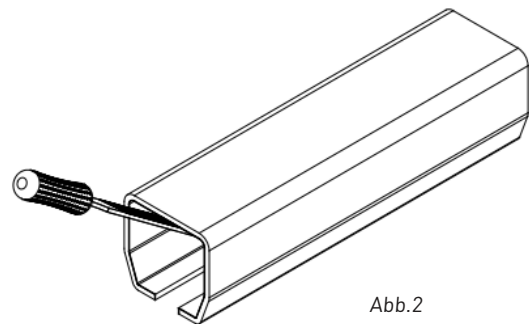

Abb.2
Schritt 2: Die Schnittkanten schleifen/entgraten. Alle Grate müssen gründlich entfernt werden, um eine freie und reibungslose Bewegung der Hänger während des Betriebs zu gewährleisten. Die Ränder der Laufschieneprofile sollten mit einer Metallfeile leicht abgefeilt werden (max. 0,3 mm), um mögliche „Lücken“ oder „Stufen“ an den Profilanschlüssen zu vermeiden (Abb. 2).